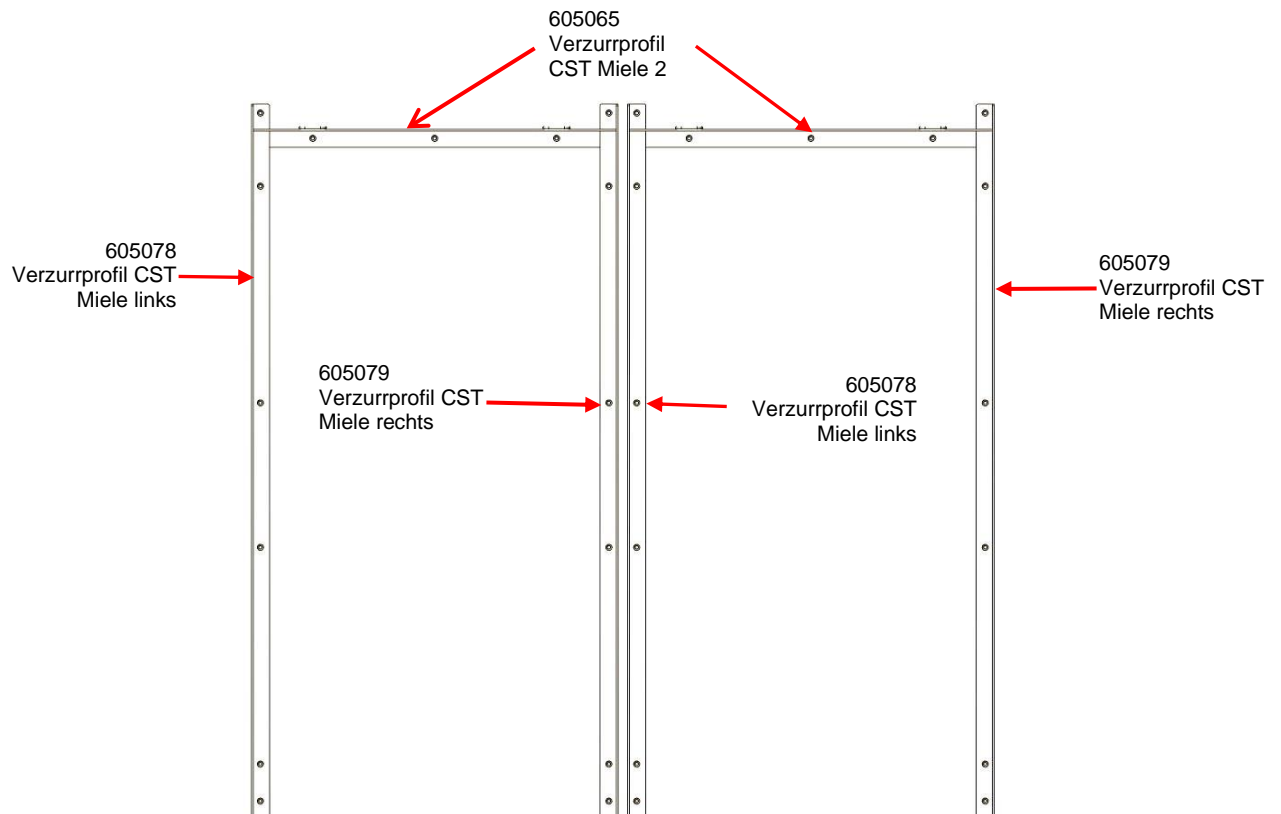

Abb. 2: Verzurrprofile CST Miele links, Miele rechts und Miele 2 montiert
- ◆ Montieren Sie je 2 Verzurrprofile CST Miele links und rechts (Art.-Nrn. 605078 und 605079, siehe Abb. 2:)
- ◆ Montieren Sie die beiden hinteren Verzurrprofile CST Miele 2 (Art.-Nr. 605065, siehe Abb. 2:).